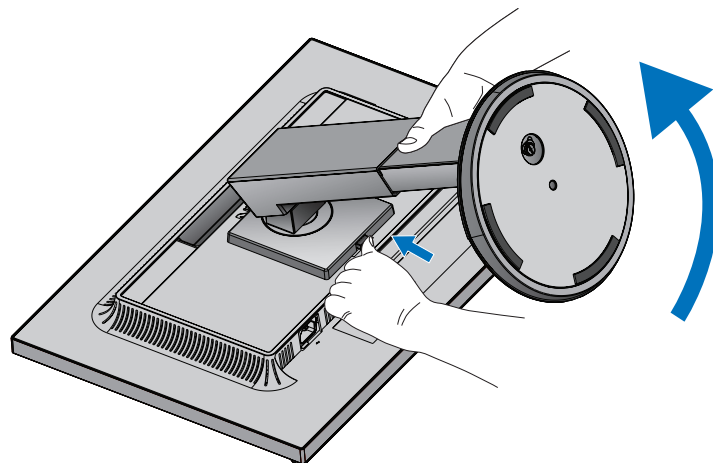

Figura S.1
3. Sistemare il monitor rivolto verso il basso su una superficie non abrasiva (**Figura S.1**).
4. Afferrare con una mano la base e con l'altra la leva di sblocco rapido. Tenere premuta la leva di rilascio rapido nella direzione indicata dalla freccia (**Figura S.1**).
5. Sollevare il supporto per sganciarlo dal monitor (**Figura S.1**).